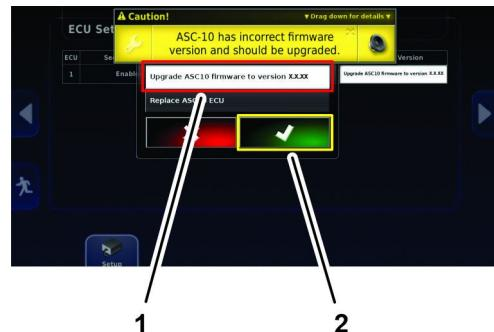

Figura 29
3. En el cuadro de diálogo Configuración ASC, pulse el icôno ACTUALIZAR FIRMWARE ASC A LA VERSIÓN 2.02.18 y pulse el icôno Confirmar (Figura 29).